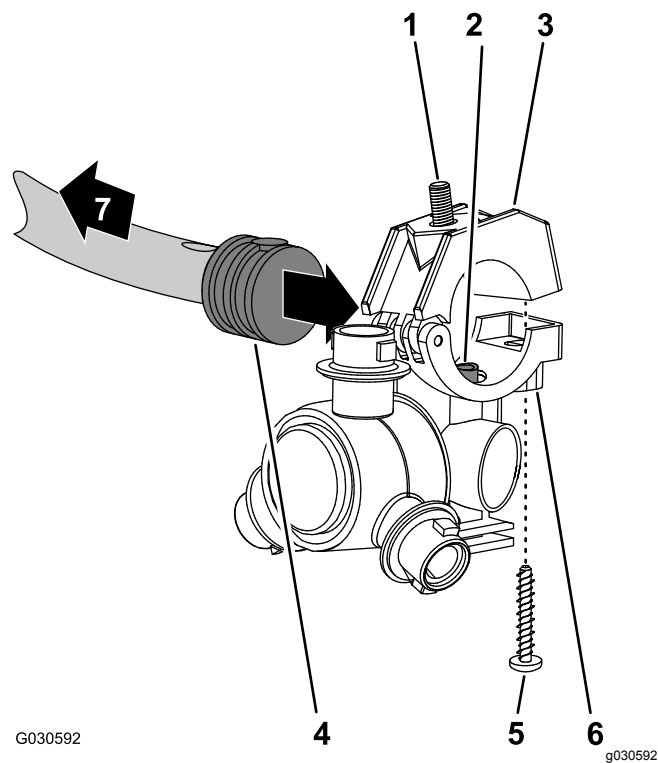

**Figura 120**
- Na secção da rampa central, alinhe o tubo de transferência na sela de um bico do pulverizador (Figura 120 e Figura 121) com o orifício na lateral da haste do tubo roscado simples (13 mm).